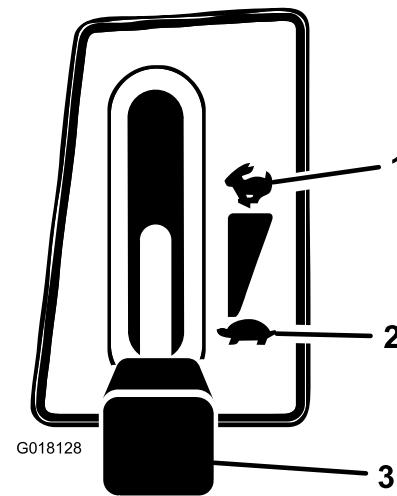

Bild 10
5. Nachdem der Motor angelaufen ist, stellen Sie den Gasbedienungshebel langsam auf „Schnell“ und drücken Sie den Chokehebel hinein (Bild 10). Wenn der Motor stockt oder zögert, stellen Sie den Gasbedienungshebel wieder auf „Langsam“, ziehen Sie den Chokehebel ein paar Sekunden heraus und stellen Sie dann den Gasbedienungshebel auf
1. Drücken Sie den Zapfwellenantrieb (ZWA) in die „Aus“-Stellung (Bild 10).
2. Stellen Sie den Gasbedienungshebel auf „Langsam“ (Bild 10).
1. Stellen Sie den Gasbedienungshebel auf Schnell“ (Bild 10).